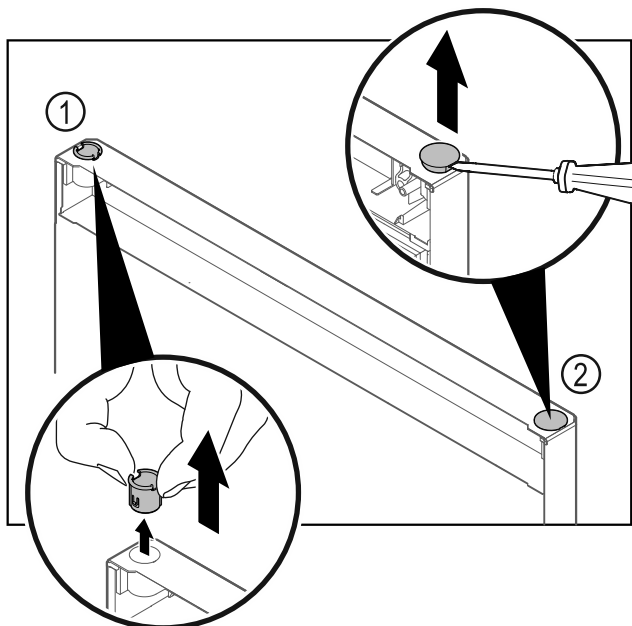

Fig. 11
- Træk hængselbøsningen Fig. 11 (1) ud med fingrene.
- Løsn afdækningsproppen Fig. 11 (2) forsigtigt med en flad skruetrækker, og træk den ud.